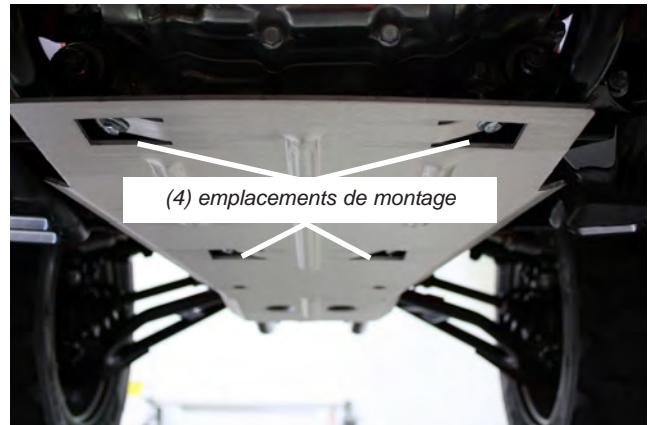

Figure 1
3. Mettez la plaque de protection arrière (A1) en position. Fixez-la à l'aide de fixations (B1, B2) dans les 4 emplacements de montage arrière. Voir la figure 1.